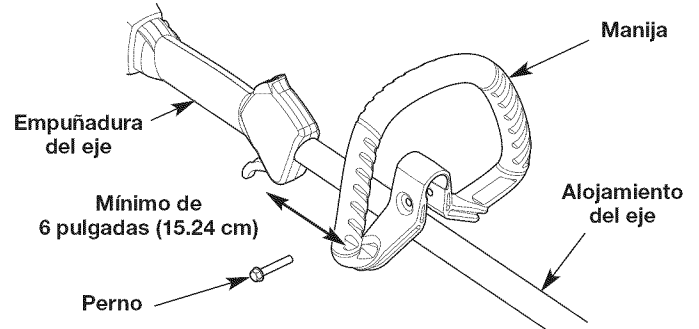

Fig. 3
1. Oprima la manija hacia abajo sobre el alojamiento del eje (Fig. 3). El orificio del perno de la manija debe quedar a la derecha.
2. Inserte el perno en el orificio del perno y oprímalo para que pase a través de él (Fig. 3). Apriete el perno con una llave tubular de 3/8" pero no apriete por completo.
3. Mientras sujeta la unidad en la posición de funcionamiento (Fig. 14), desplace la manija hasta la ubicación que le ofrece el mejor agarre. Ubíquela como mínimo a 6 pulgadas (15.24 cm) del extremo de la empuñadura del eje (Fig. 3).
1. Afloje el perno con una tubular de 3/8" (Fig. 3).
2. Mientras sujeta la unidad en la posición de funcionamiento (Fig. 14), desplace la manija hasta la ubicación que le ofrece el mejor agarre. Ubíquela como mínimo a 6 pulgadas (15.24 cm) del extremo de la empuñadura del eje (Fig. 3).